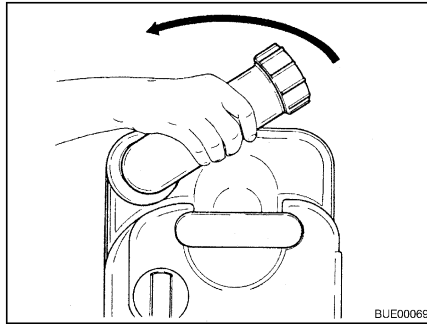

Bild 270 Entleerungsstutzen drehen
- Entleerungsstutzen nach oben drehen (Bild 270).